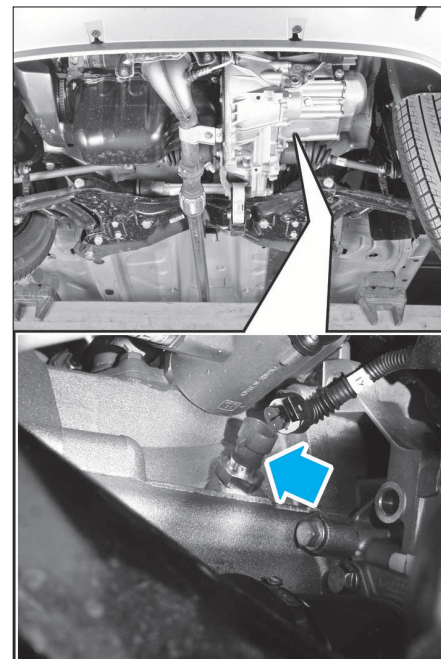

FIG. 4
- Débrancher le capteur tachymétrique (Fig.4).